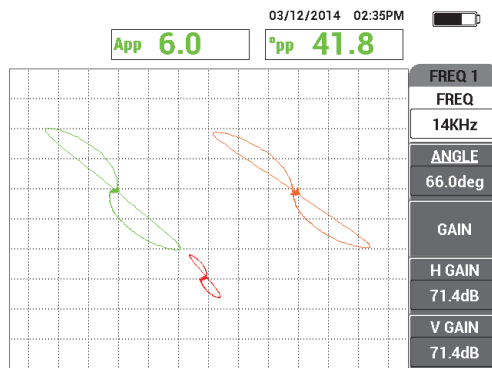

図 5-144 スルーウォールホールのスキャン
16. スルーウォールホールの横にプローブを置き、バランスフットスイッチを押し、引くような動きでホールをスキャンします (230 ページの図 5-144 を参照)。